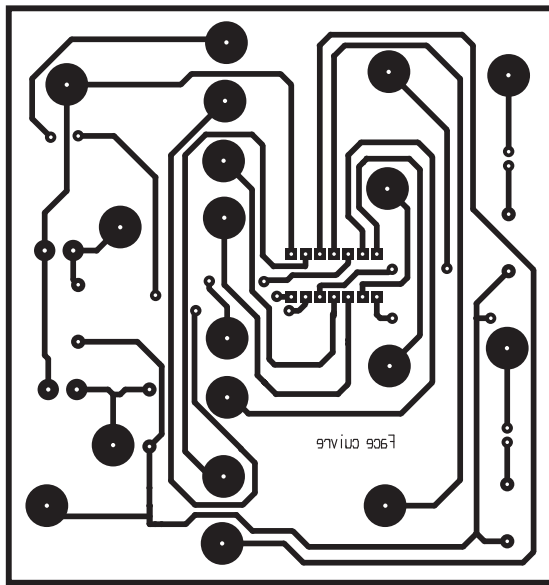

Fig. 3
- Valider par le bouton "OK". Le typon est imprimé (figure 3).